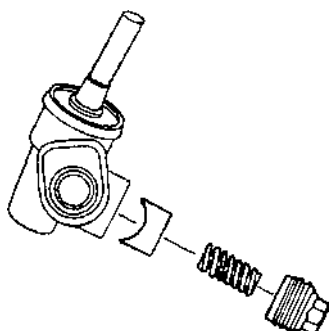

Рис. 6.13.
- выкрутить регулировочную пробку и извлечь из картера рулевой передачи пружину, упор рейки, уплотнительное кольцо (рис. 6.13);